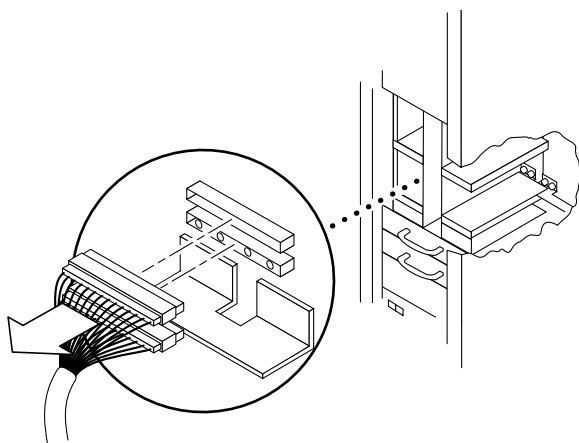

図 12-5 システムセンタープレーンからの2本のケーブルの取り外し — Sun Fire 6800 システム
9. システムセンタープレーンから、2本のケーブルを外します (図 12-5)。